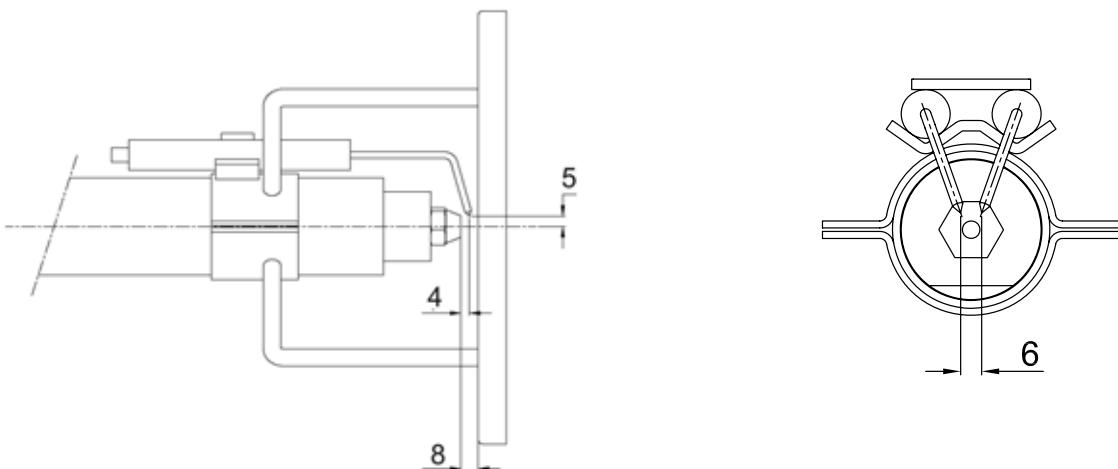

Рис. 22
- Разобрать, проверить и почистить головку горания (см. Рис. 10), при повторном монтаже тщательно соблюсти все размеры, указанные (см. Рис. 22).
- Проверить запальные электроды и соответствующие керамические изоляторы, почистить, при необходимости подрегулировать или же заменить их Рис. 22;
В целях обеспечения хорошего процесса горения, необходимо, чтобы были выдержаны размеры, указанные в Рис. 22. Перед тем, как вновь устанавливать головку сгорания на место, необходимо убедиться в том, что стопорный винт группы электродов хорошо затянут.